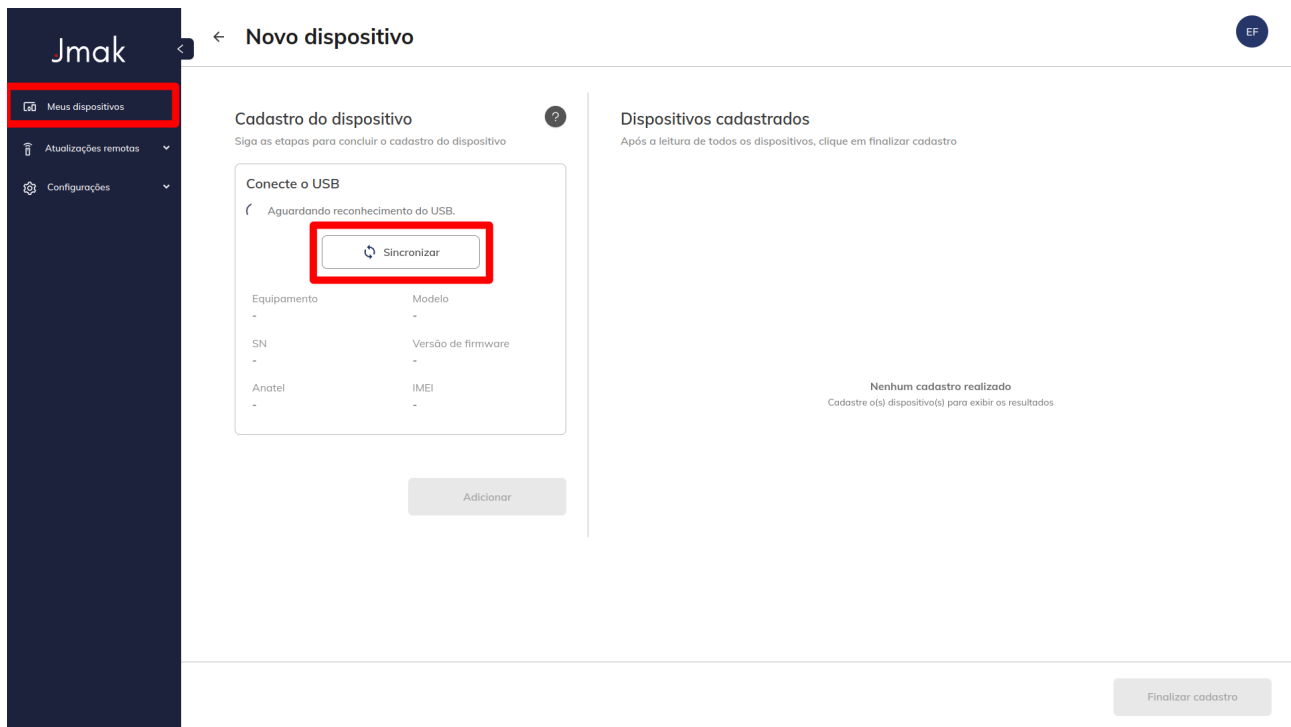

Figura 19: Botão 'Sincronizar'.
3. Sincronização: Seleccione 'Sincronizar' para prosseguir com a conexão (Figura 19).